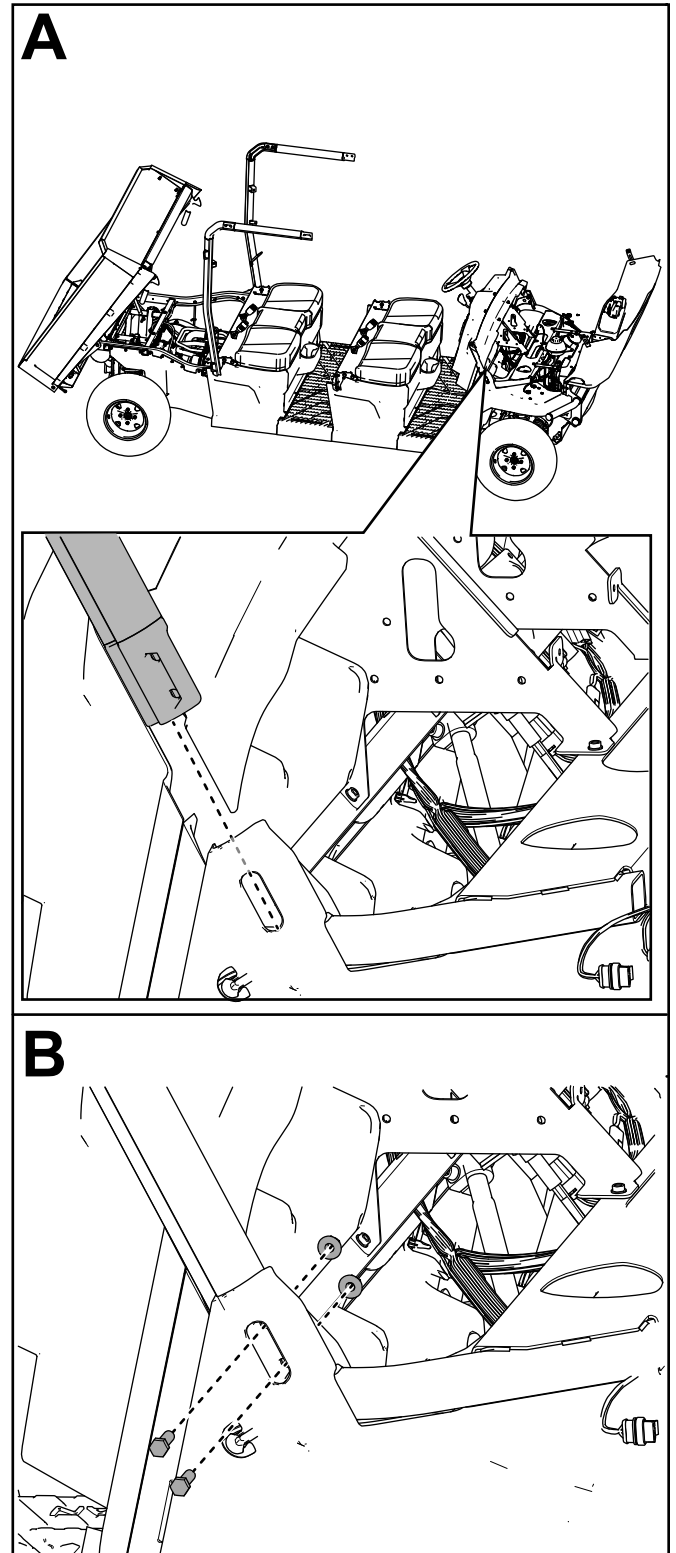

Figura 44
10. Sujete provisionalmente el conjunto derecho delantero de la barra antivuelco al soporte de montaje derecho de la barra antivuelco con 2 pernos de cabeza hexagonal ($\frac{3}{8}$ " x $1\frac{1}{4}$ ") y 2 contratuercas ($\frac{3}{8}$ "), como se muestra en la **Figura 44**.